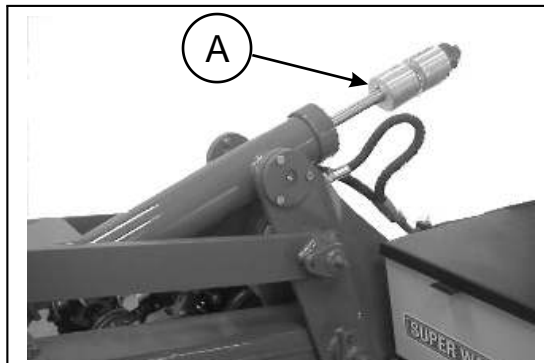

Figura 9
- Retire los topes A Figura 9 si los tuviera colocados en los cilindros de levante. Eleve totalmente la sembradora y colóquele las trabas en los paralelogramos fijándolas en los pernos A y B Figura 7.
Descienda totalmente la sembradora y coloque a los cilindros de elevación los tope de recorrido A Figura 9. De esta forma, se limita el levante del implemento a lo estrictamente necesario en las tareas de siembra, donde no se requiere un mayor despeje. Esto reduce tiempo y distancia en el clave y desclave de la sembradora.